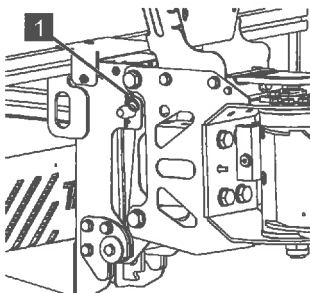

Abb. 153
3. Splint (Abb.153/1) aus dem Korbbolzen ziehen.